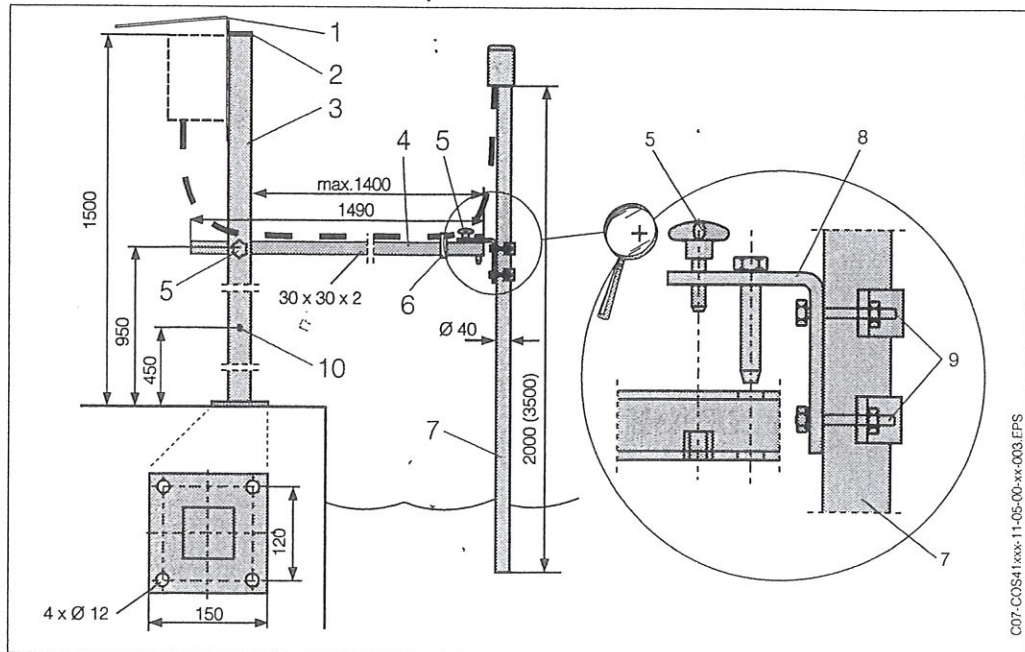

Abb. 3.7: Universalarmaturenhalterung CYH 101-D bzw. E
Vorzuziehende Einbauart bei starker bzw. turbulenter Strömung (> 0,5 m/s) des Mediums in Becken oder offenen Gerinnen ist die Befestigung über **Standsäule und fest montiertem Tauchrohr** (Bild 3.7). Bei sehr starker Anströmung kann zusätzlich ein zweites Querrohr (10) mit eigenem Rohrhalter montiert werden.